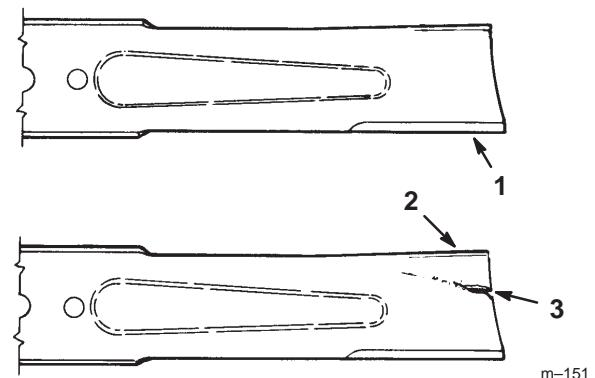

Figure 33
1. Inspectez les tranchants des lames (Fig. 33). Si les lames ne sont pas tranchantes ou si elles présentent des indentations, déposez-les et aiguisez-les (voir Aiguisage des lames, page 34).
2. Inspectez les lames, surtout la partie incurvée (Fig. 33). Remplacez immédiatement toute lame endommagée, usée ou qui présente une entaille (repère 3 de la Fig. 33).